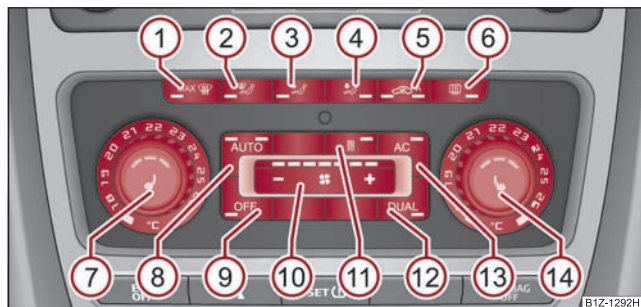

Fig. 141 Climatronic: Elementos de mando
- Pulse la tecla **AUTO** ⇒ página 120, fig. 141.
- Pulsar la tecla  ⇒ página 120, fig. 141. En la tecla se encenderá el testigo de control.
- Si se empaña el parabrisas, pulse la tecla   ⇒ página 120, fig. 141. Cuando el parabrisas se haya desempañado, pulse la tecla .
- Pulse la tecla  ⇒ página 120, fig. 141.